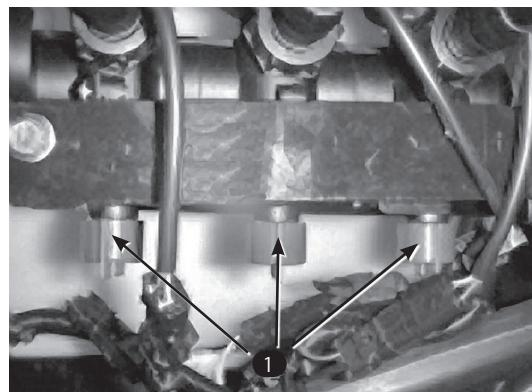

図28
12. そのブームのバルブの下についているバイパス・バルブ(図28)を使って、上記手順9で設定した水圧と同じ水圧になるように調整する。